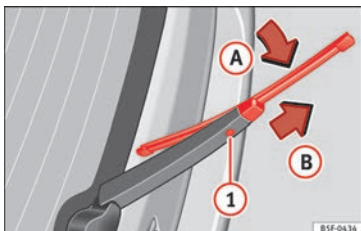

Abb. 63 Scheibenwischerblatt der Heckscheibe auswechseln.
- Scheibenwischerarm anheben und um einen Winkel von etwa 60° wegklappen »» **Abb. 63.**
- Scheibenwischerblatt in Richtung Scheibenwischerarm »» **Abb. 63** (Pfeil) kippen und in Pfeilrichtung abziehen. Dazu kann ein erhöhter Kraftaufwand notwendig sein.